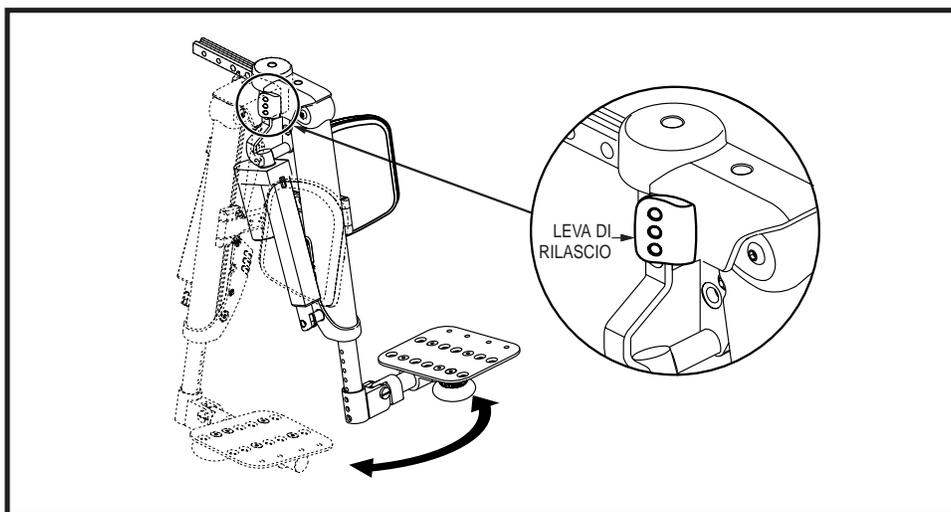

Figura 13. Poggiatesta articolati elettrici pieghevoli
1. Spingere la leva di rilascio verso l'interno. Vedere figura 13.